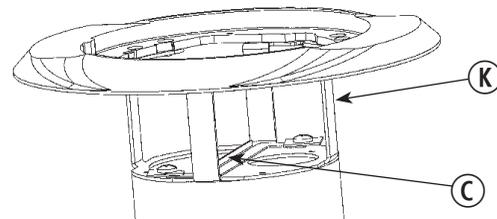

Fig. 3
- If sub-plate (B) requires installing GFCI, Surge or other receptacles with a mounting offset, use spacers provided (E) and attach receptacle.
- If sub-plate (B) contains Keystone data ports, always use blank modules provided (D) if ports are not being used.
- If sub-plate (B) is provided with power/data divider (H), make sure it has been installed in accordance with Hubbell SystemOne instructions.
- If sub-plate (B) contains duplex mountings, mount each duplex receptacle from underside of sub-plate using (2) #6-32 screws provided. Apply a thin film of silicone or RTV to screw threads before installing. Torque to 10-15 in-lbs.
- If sub-plate (B) with attached power/data divider is being installed in S1PTAVFIT poke-through (K) per Figure 3:
- If divider is installed with studs (L) on the power side, divider extension (C) is required. Ensure wires do not contact edges of extension. Otherwise divider extension (C) may be removed if desired as follows: Loosen both retaining screws ½ turn. Remove the divider extension by rotating it counterclockwise. After removal, retighten retaining screws to 10-15 in-lbs.
5. Align cutout in sub-plate (B) with notch in flange (F), and drop in place.
- **Lorsqu'il faut fixer à la sous-plaque (B) un DDF, un dispositif de protection contre les surtensions transitoires ou une autre prise aux bords décentrés, utiliser les cales (E) fournies pour monter la prise.**
- **Lorsque la sous-plaque (B) comprend des ports de données Keystone, toujours utiliser les dispositifs d'obturation (D) fournis pour condamner les ports non utilisés.**
- **Lorsque la sous-plaque (B) comprend un séparateur (H) pour l'énergie et les données, s'assurer qu'il est installé conformément aux directives du SystemOne de Hubbell.**
- **Lorsque la sous-plaque (B) comprend des dispositifs doubles, monter chaque prise double à partir de l'intérieur de la sous-plaque avec les deux (2) vis n° 6-32 fournies. Appliquer une mince pellicule de silicone ou de RTV sur les filets des vis avant de fixer. Serrer à un couple de 1,13 à 1,74 N•m.**
- **Lorsque la sous-plaque (B) munie d'un séparateur pour l'énergie et les données est montée dans une traversée de plancher S1PTAVFIT (K) comme à la Figure 3 :**
- Lorsque le séparateur est fixé à l'aide de goujons (L) du côté énergie, une rallonge (C) de séparateur est requise. S'assurer que les fils ne touchent pas aux bords de la rallonge. La rallonge (C) de séparateur peut être retirée au besoin comme suit : Desserrer les deux vis de retenue de 1/2 tour. Retirer la rallonge de séparateur en la faisant tourner dans le sens contraire des aiguilles d'une montre. Après le retrait, serrer à nouveau les vis à un couple de 1,13 à 1,69 N•m.
5. Aligner la découpe dans la sous-plaque (B) avec l'encoche du collet (F) puis insérer.